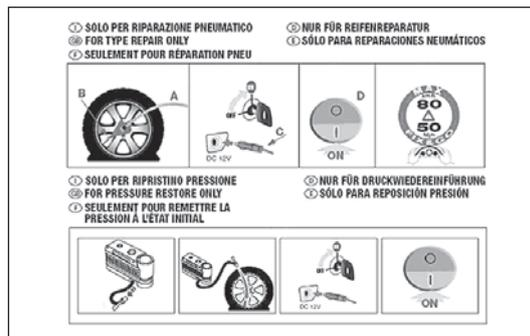

fig. 151
- pieghevole informativo (vedere fig. 151), utilizzato per un pronto uso corretto del kit di riparazione rapida e successivamente consegnato al personale che dovrà maneggiare il pneumatico trattato;